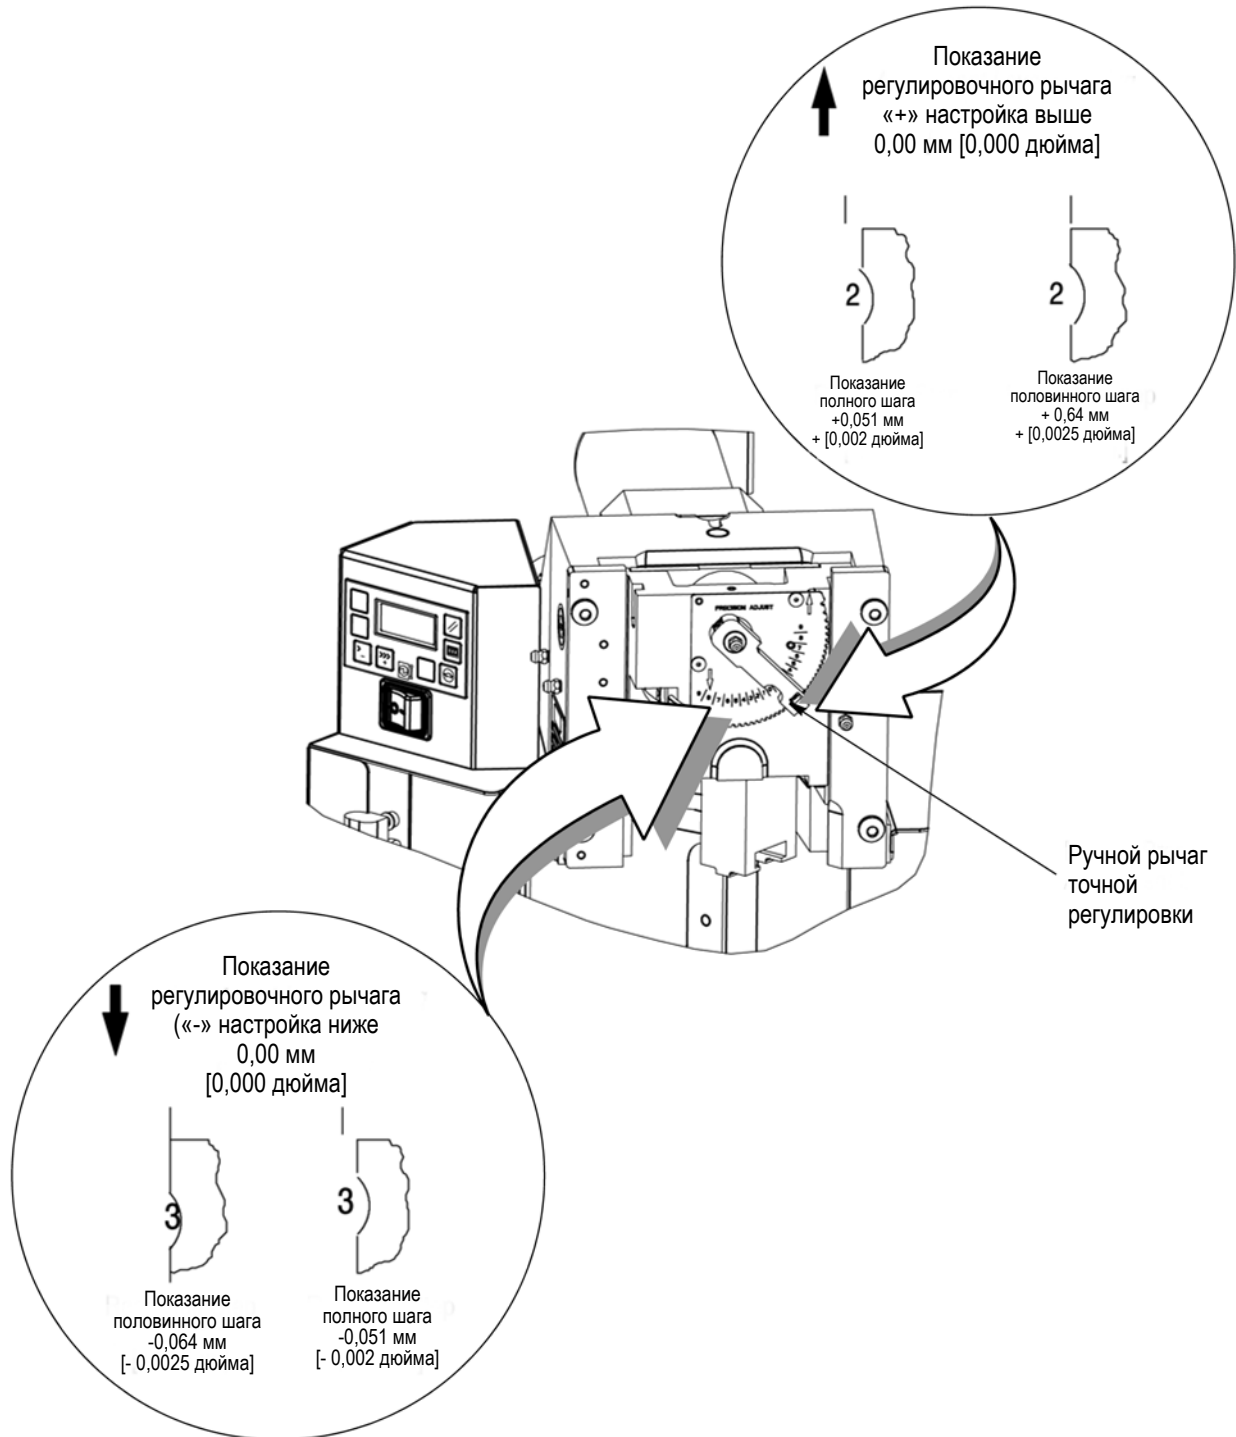

Рис. 12
4. Отрегулируйте высоту обжима путем перемещения рычага точной регулировки (Рис. 12):